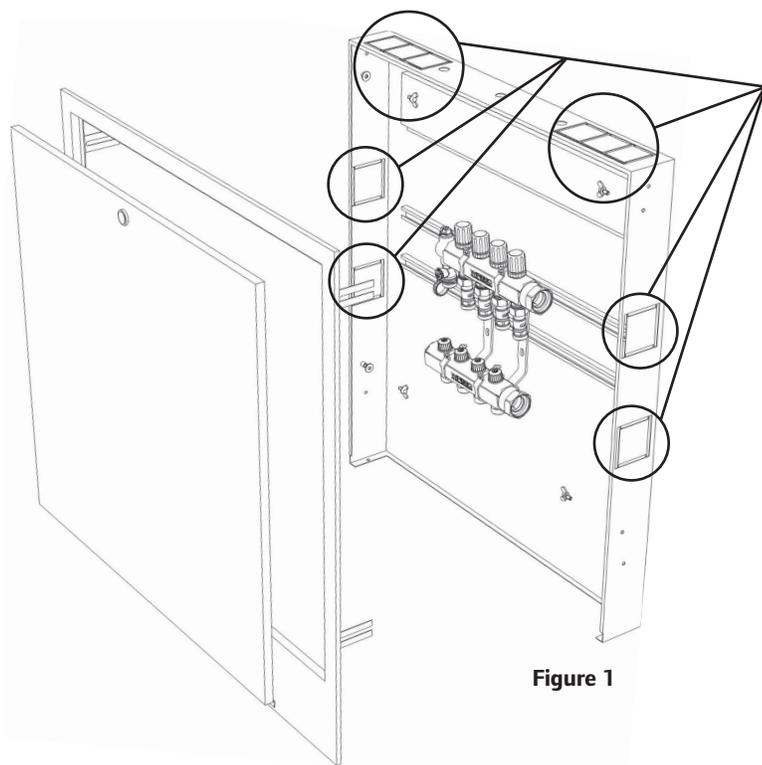

Figure 1
1. Enlevez les plaques défonçables au besoin (voir **Figure 1**).